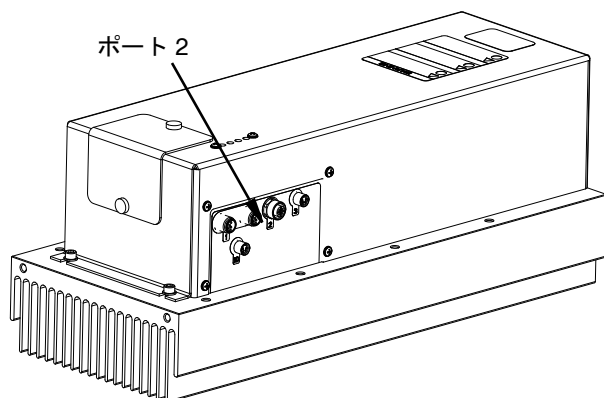

図 8
3. ディスペンスバルブインターフェースキット (MCM のポート 4) からの「クローズ」というラベルのあるエアラインを、「クローズ」というラベルのある Voltex 動的混合バルブのエアラインにつなげてください。図 8 を参照してください。